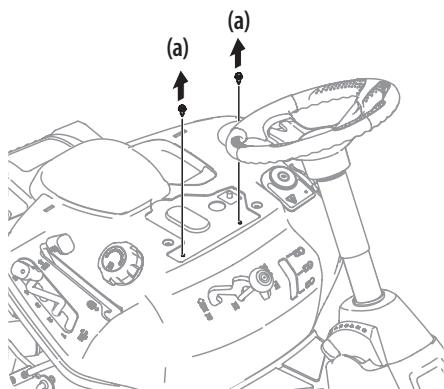

Figure 7
2. Retirez les deux vis autotaraudeuses (a) installées en usine sur la tondeuse à siège. Voir Figure 7.